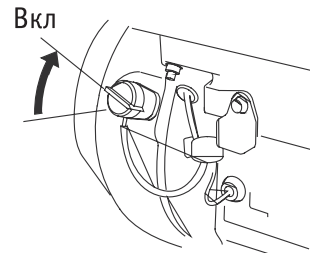

рис. 36
6. Установите переключатель зажигания в положение «ВКЛ» (рис. 36).